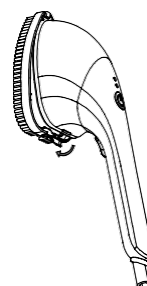

Figura 7
2. Para liberar y retirar el cepillo, sujete firmemente la plancha y presione la tecla que está en la parte inferior de la suela (Figura 7).